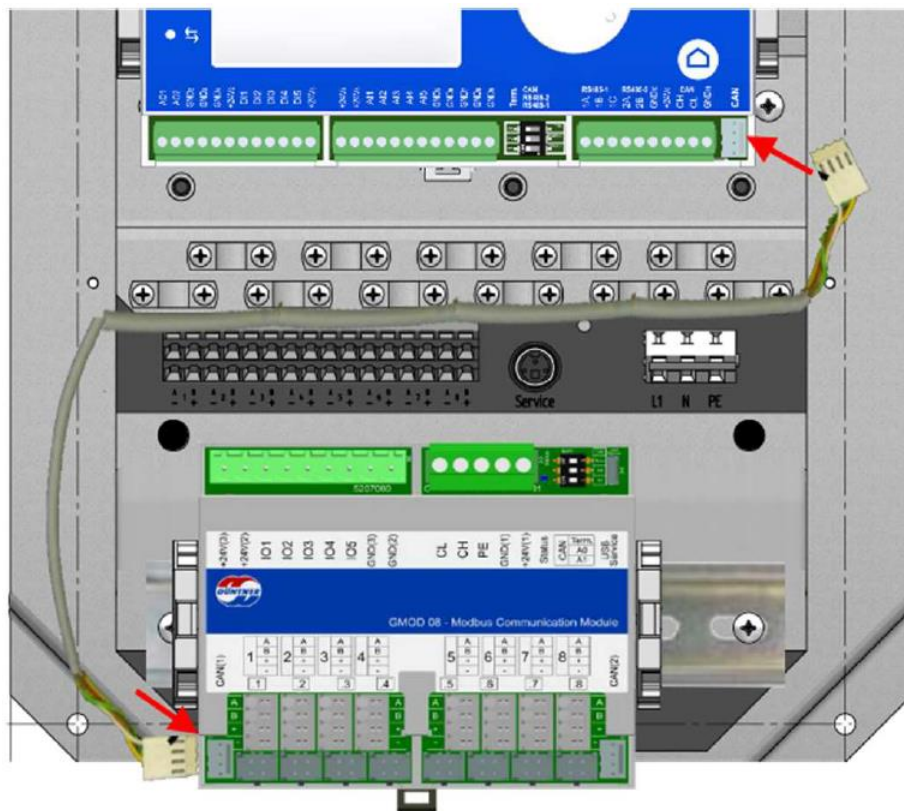

Figura 17: Conexão entre GMMnext e módulo GMOD 08.
- Para garantir a comunicação entre os módulos, utilize o cabo de 4 pinos fornecido para conectar ambos equipamentos. Uma das extremidades do cabo vai no lado inferior direito do GMMnext e a outra é conectada ao lado inferior esquerdo do GMOD 08, conforme Figura 17.